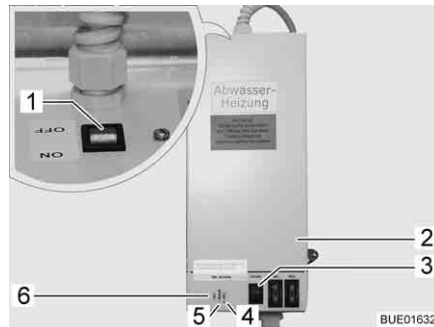

Fig. 217 Transformateur avec régulateur
Le transformateur 230 V AC/12 V DC (Fig. 217,2) est, suivant le modèle, monté dans la penderie ou dans la banquette de la dînette.
- Le voyant de contrôle (Fig. 217,5) s'allume en vert : Régulateur en marche.
- Les voyants de contrôle (Fig. 217, 4 et 6) s'allument en rouge : Les conduites des eaux usées sont chauffées.
Un bouton-poussoir de contrôle (Fig. 217,3) est intégré dans le boîtier, ce bouton permet d'enclencher brièvement le régulateur. En appuyant sur le bouton-poussoir de contrôle, vous pouvez tester le fonctionnement du chauffage, même si la température ambiante est supérieure à 5 °C.
- Placer l'interrupteur (Fig. 217,1) du transformateur (Fig. 217,2) sur "ON".
- Placer l'interrupteur (Fig. 217,1) du transformateur (Fig. 217,2) sur "OFF".